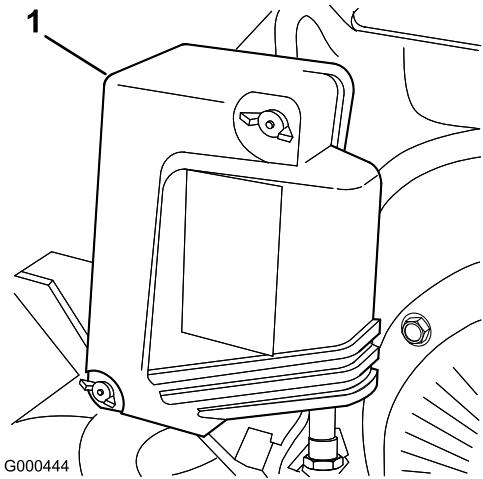

Figura 24
- Retire las tuercas de orejeta que fijan la tapa del limpiador de aire, y retire la tapa. Limpie a fondo la tapa (Figura 24).